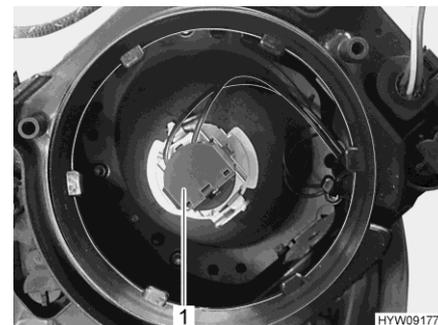

Fig. 162 Lampada ad incandescenza (faro anabbagliante/abbagliante)
- Ruotare il supporto (Fig. 162,1) e la lampada in senso antiorario e rimuoverli dall'involucro.
- Inserire il supporto (Fig. 162,1) e la lampada ad incandescenza nell'involucro e ruotare in senso orario fino a bloccarli. Il supporto scatta in posizione.